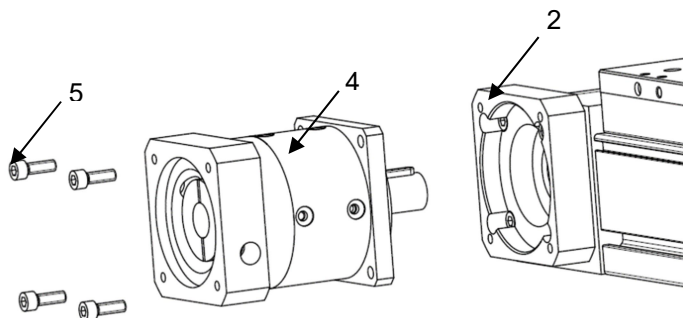

Рисунок 12 – Установка редуктора
- 2) Установите редуктор (поз. 4) на фланец (поз. 2) с помощью винтов (поз. 5) (см. рисунок 12).